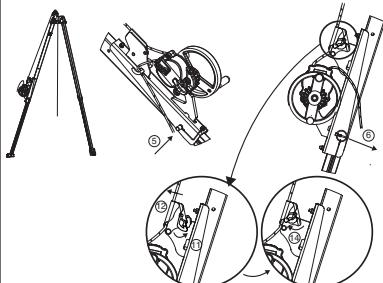

Fig. 9
**IMPORTANTE:** Tener cuidado con el sentido de montaje: el bloqueador de driza debe estar dirigido hacia la parte superior del trípode TRACPODETM (Fig. 9).
5. Colocar el bulón de amarre de la consola para aparato DEROPETM UP R. Este bulón de amarre cumple dos funciones: bloqueo de la pata del trípode TRACPODETM y amarre de la consola para aparato DEROPETM UP R en esta pata (Fig. 9, 5).
6. Bloquear el bulón de amarre mediante el pasador sujetador (Fig. 9, 6).
11. Abrir el bloqueador de driza de la consola (Fig. 9, 11).
12. Introducir la driza que sale del aparato DEROPETM en el bloqueador de driza de la consola (Fig. 9, 12).
14. Cerrar el bloqueador de driza (Fig. 9, 14).